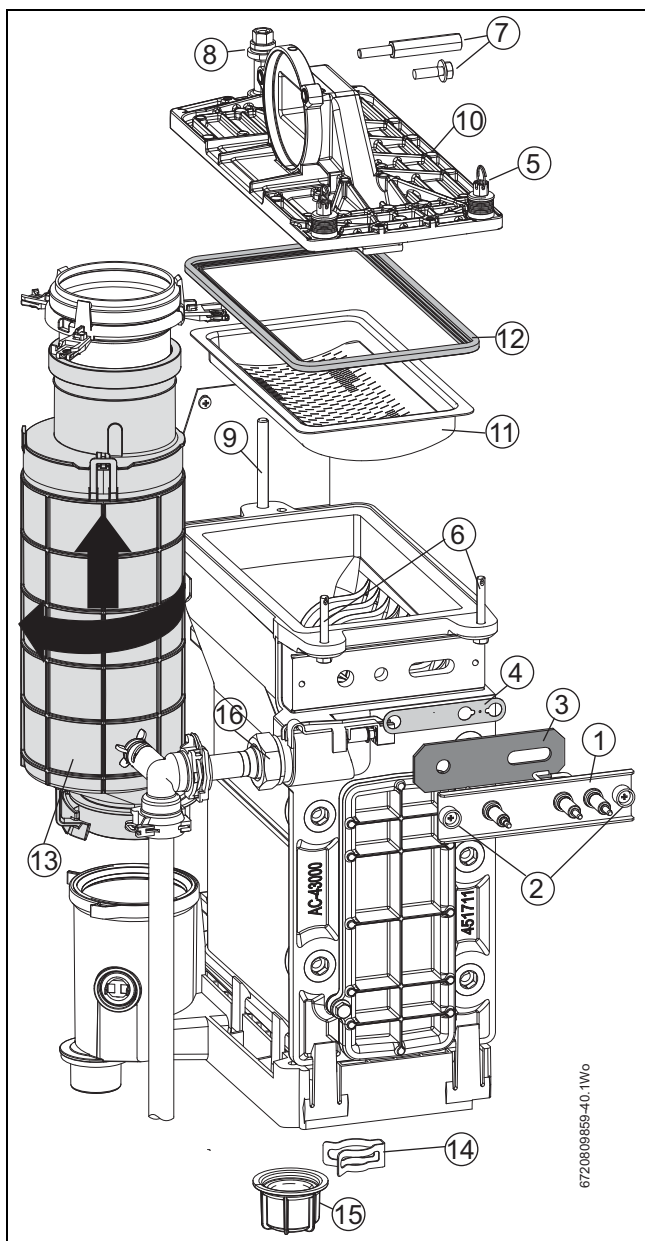

Рис. 70 Первичный теплообменник
- ▶ Открутите два крепежных винта [2] (см. рис. 70) и снимите блок электродов [1], состоящий из прокладки [3] и теплового экрана [4].